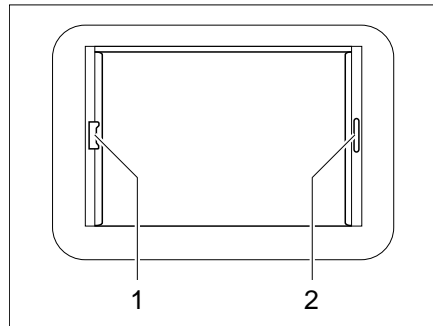

Bild 54 Heki-Dachhaube, Rollo-Verriegelung
- Faltverdunklung am Griff (Bild 54,2) ausziehen und an gewünschter Position loslassen. Die Faltverdunklung bleibt in dieser Position stehen.
- Insektenschutzrollo am Griff (Bild 54,1) zum gegenüberliegenden Griff der Faltverdunklung (Bild 54,2) ziehen und einrasten lassen.
- Griff des Insektenschutzrollos hinten nach oben drücken und Insektenschutzrollo an der Faltverdunklung (Bild 54,2) aushängen.